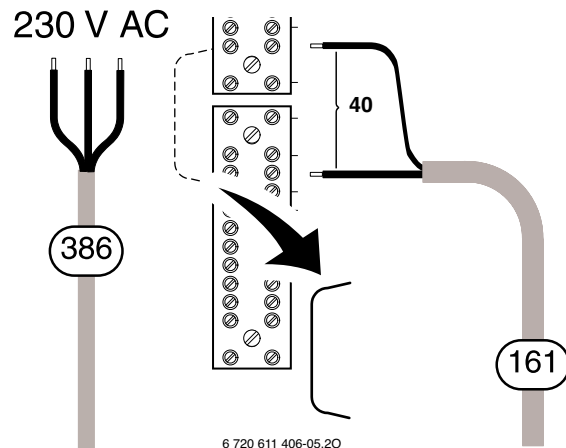

Рисунок 18. Подключение к отопительной установке – снять перемычку
- ▶ Кабель подключить как показано на рис. 18 (снять перемычку).